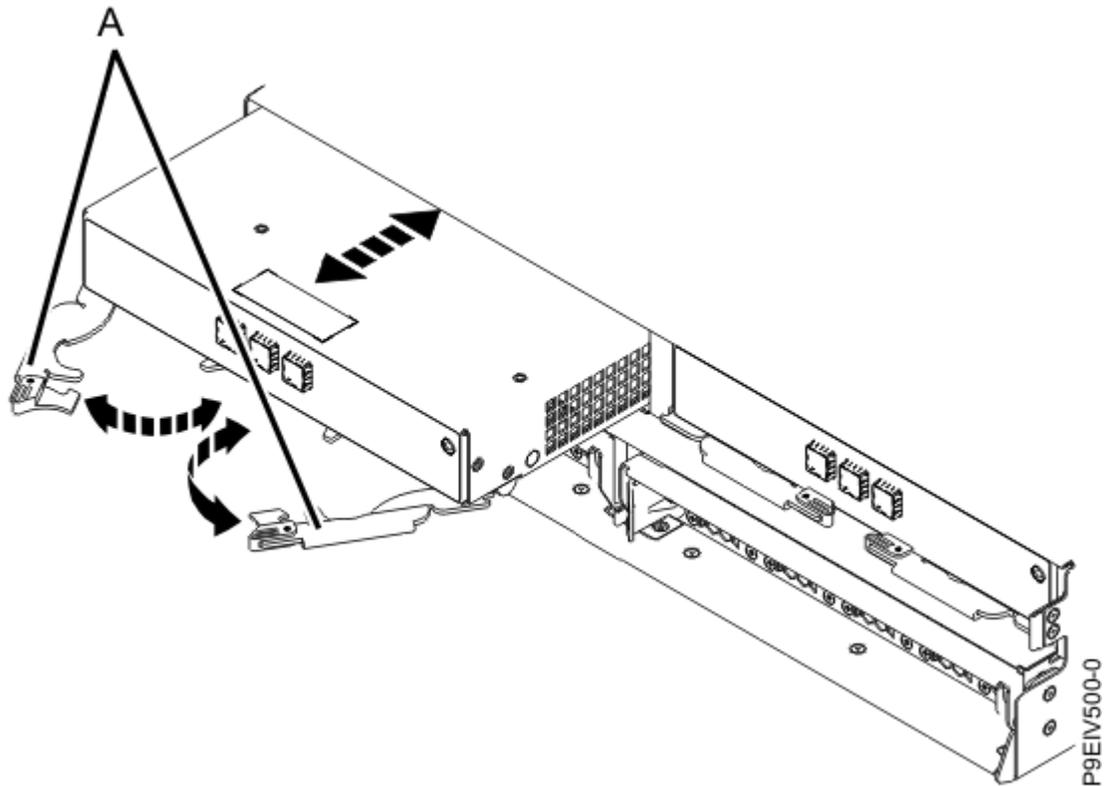

Figura 1. Extracción de un ESM del alojamiento de la unidad de disco
- b) Abra las dos palancas de liberación (**A**) como se muestra en la Figura 1 en la página 9.